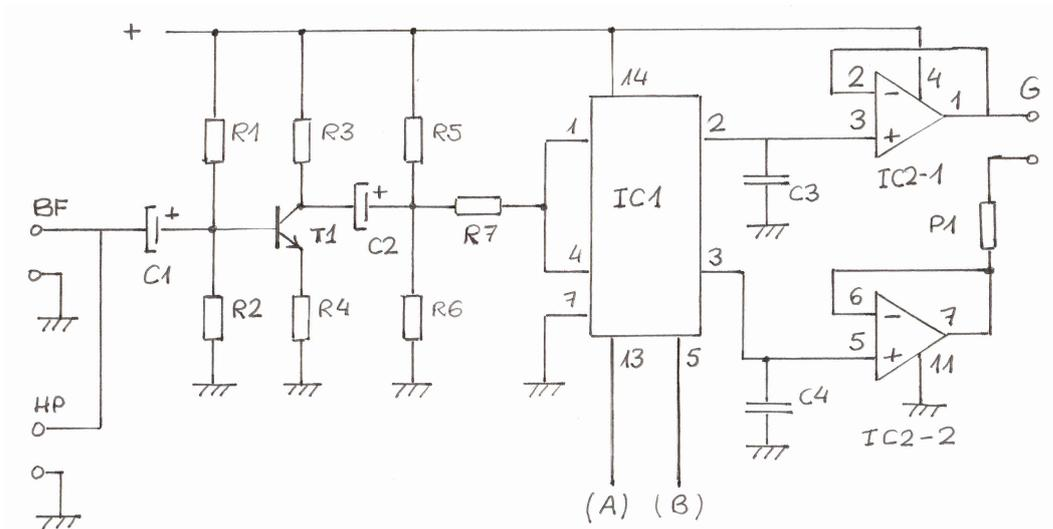
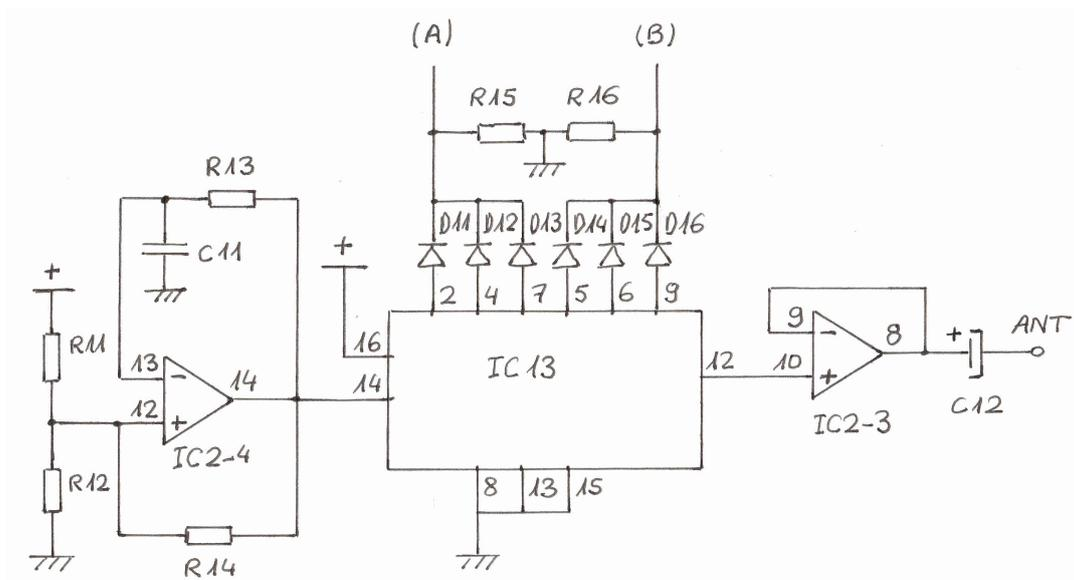

Figure 2 : « Homing Toutes Bandes », de la BF au galvanomètre Gauche Droite
Figure 3 : « Homing Toutes Bandes », de l'oscillateur au pilotage de l'antenne
Nous allons présenter la version analogique de ce Homing AM. Le schéma est présenté en 2 parties principales : la Figure 2 montre le circuit de commande du galvanomètre à partir des informations de la BF du récepteur, et la Figure 3 présente la partie oscillateur et pilotage de l'antenne.
Sur la Figure 2, on voit que la BF du récepteur (sortie écouteur), connectée au haut-parleur interne (HP), est envoyée sur un amplificateur à transistor (T1). Le condensateur C2 permet d'isoler la composante continue, qui est centrée par le réseau R5 – R6. Le signal est ensuite orienté par IC1 soit vers C3 – IC2-1, soit vers C4 – IC2-2. Le filtre R7 – C3 ou C4 permet de couper les fréquences élevées. Les signaux Gauche Droite sortant des amplificateurs suiveurs IC3-1 et IC3-2 sont envoyés vers le galvanomètre à zéro central.
La Figure 3 montre la base de temps du HBT et le pilotage de l'antenne Homing. Cette base de temps est constituée par un oscillateur construit autour de l'AOP IC2-4, suivie par un diviseur par 10 (IC3 / CD4017). Sur ce diviseur, les sorties « 1 sur 10 » sont dirigées vers les signaux de commande du circuit CD4066, et la sortie « 5 sur 10 » pilote le signal de commutation de l'antenne. Les sorties « 1 sur 10 » sont ajoutées par groupes de 3 pour constituer les signaux (A) et (B). Cette addition est réalisée par les diodes D11 à D16.
La sortie 12 du circuit 4017 est amplifiée par IC2-4, puis la composante continue est enlevée par C12. Le signal de pilotage de l'antenne, sortie ANT sur la Figure 2, est un signal en créneaux de 4V d'amplitude autour de 0V ($\pm 4V$).